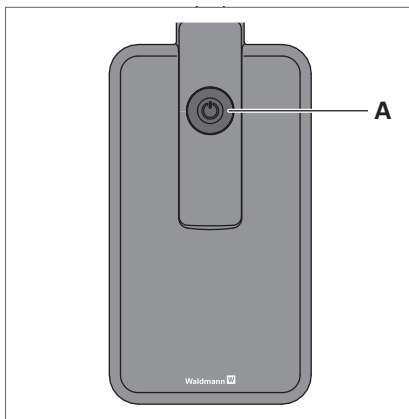

Fig. 5: Taste.
- ▶ Um die Leuchte ein- und auszuschalten betätigen Sie die Taste **A** auf der Oberseite des Leuchtenkopfs, siehe Fig. 5.
- ▶ Um in den Dimmmodus zu wechseln, drücken Sie die Taste **A** und halten Sie diese für 10s gedrückt, siehe Fig. 5.